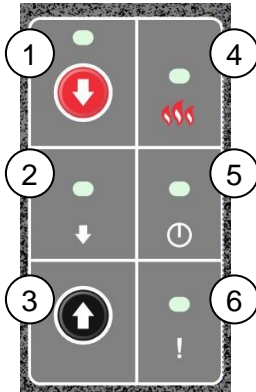

Abbildung 5 - Auslösevorrichtung
Taster "Handöffnen" (3) und "Handschießen" (1) (Abbildung 5. "Auslösevorrichtung") sind im so genannten "Totmannbetrieb" geschaltet. Das heißt das Tor öffnet / schließt nur solange die Taste betätigt wird. Damit diese Funktion gewährleistet wird, darf natürlich kein automatisches Öffnen eingeschaltet sein. Die hierzu evtl. installierte Brücke am Eingang "Fernöffnen" 68/69 an der Motorsteuerplatte MC-MABM muss entfernt werden.